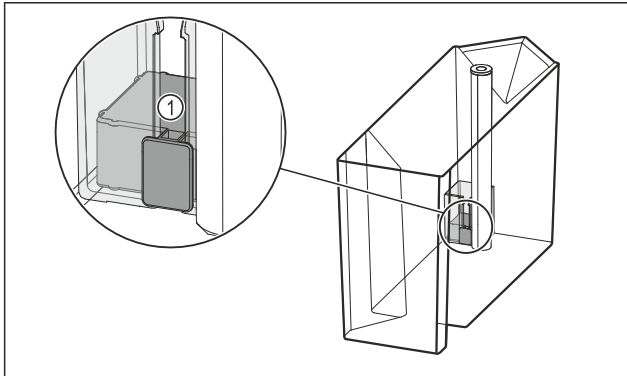

Fig. 164
- ▶ Проверьте, не застрял ли поплавок Fig. 164 (1). Если поплавок застрял: